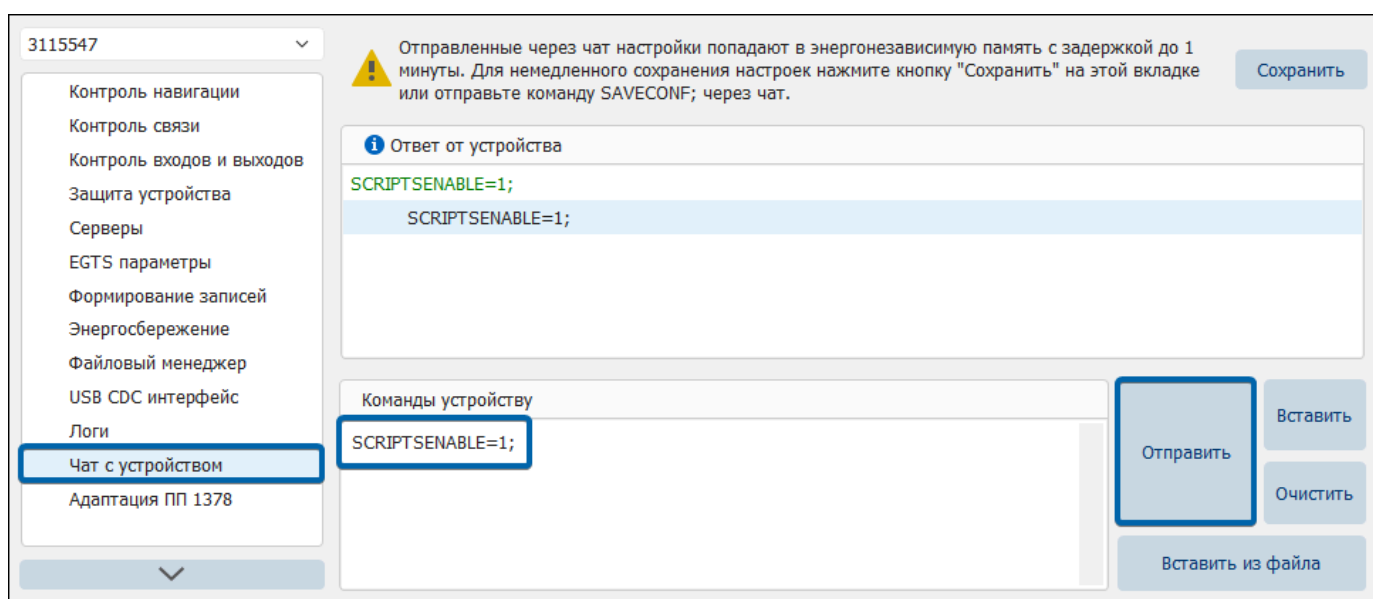

Рис.3. Отправка управляющих команд на терминал
3. Нажмите кнопку **«Отправить»** (Рис.3).